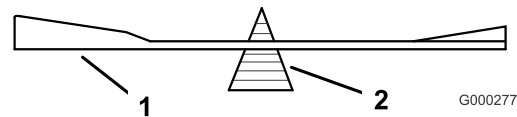
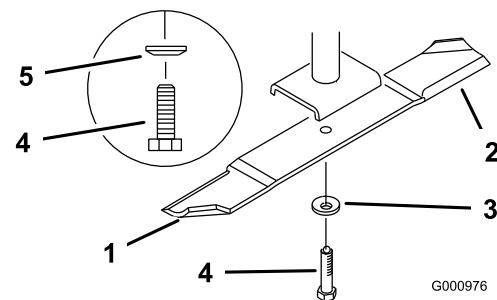

Bild 82
Bild 83
2. Überprüfen Sie die Auswuchtung des Schnittmessers auf einer Ausgleichsmaschine (Bild 82). Wenn das Schnittmesser in seiner horizontalen Position bleibt, ist es ausgewuchtet und kann wiederverwendet werden. Feilen Sie, wenn das Schnittmesser nicht ausgewuchtet ist, vom Flügelbereich des Messers etwas Metall ab (Bild 83). Wiederholen Sie diesen Vorgang, bis das Messer ausgewuchtet ist.
2. Entfernen Sie die Messerschraube, Federscheibe und das Messer von der Spindelwelle (Bild 83).
1. Setzen Sie das Messer auf die Spindelwelle (Bild 83).
2. Setzen Sie die Federscheibe und die Messerschraube ein. Der Konus der Federscheibe muss bei der Installation in Richtung Schraubenkopf zeigen (Bild 83). Ziehen Sie die Messerschraube mit 115 bis 149 Nm an.